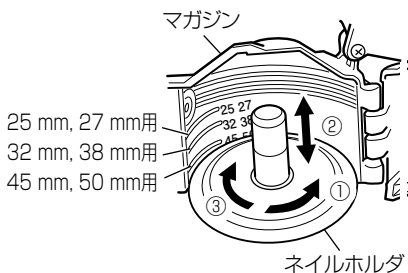

図 8
③ネイルホルダを「カチッ」と音のするまで(約 90°)右に回します。(図 8)